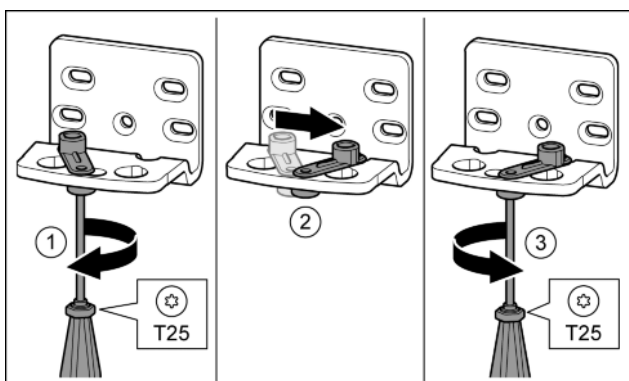

Fig. 16
- ▶ Ar skrūvgriezi T25 nenostiprināti pieskrūvējiet skrūvi. *Fig. 16 (1)*
- ▶ Paceliet durvju aizvēršanas palīgierīci un ieskrūvējiet caurumā par 90° uz labo pusi. *Fig. 16 (2)*
- ▶ Ar skrūvgriezi T25 pieskrūvējiet skrūvi. *Fig. 16 (3)*